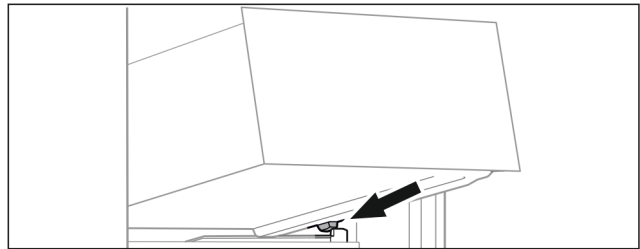

Fig. 121
- ▶ Schubfach schräg hinter den Stopperrn auf Behälterrippe aufsetzen. (siehe Fig. 121)